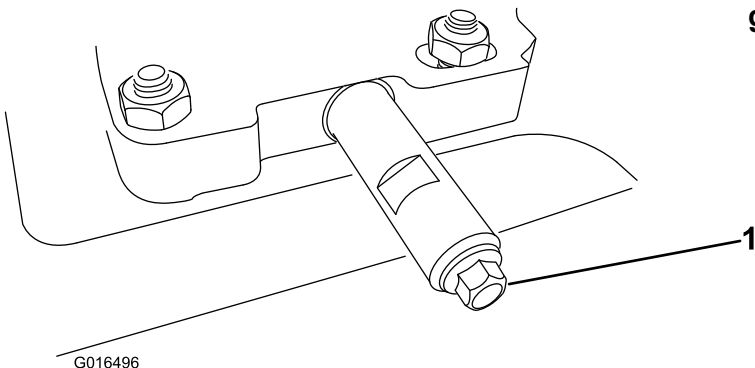

Bild 33
1. Reinigen Sie den Bereich um die Ölablassschraube (Bild 33).